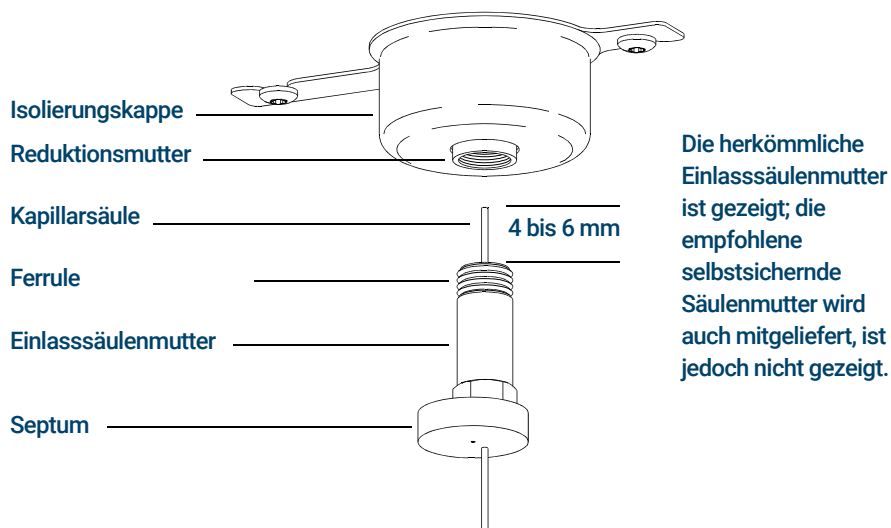

Abbildung 20. Installieren einer Kapillarsäule für einen Agilent Split/Splitless-Einlass
- 7 Positionieren Sie die Säule so, dass sie 4 bis 6 mm über das Ende der Ferrule hinaussteht. (Siehe **Abbildung 20**.)